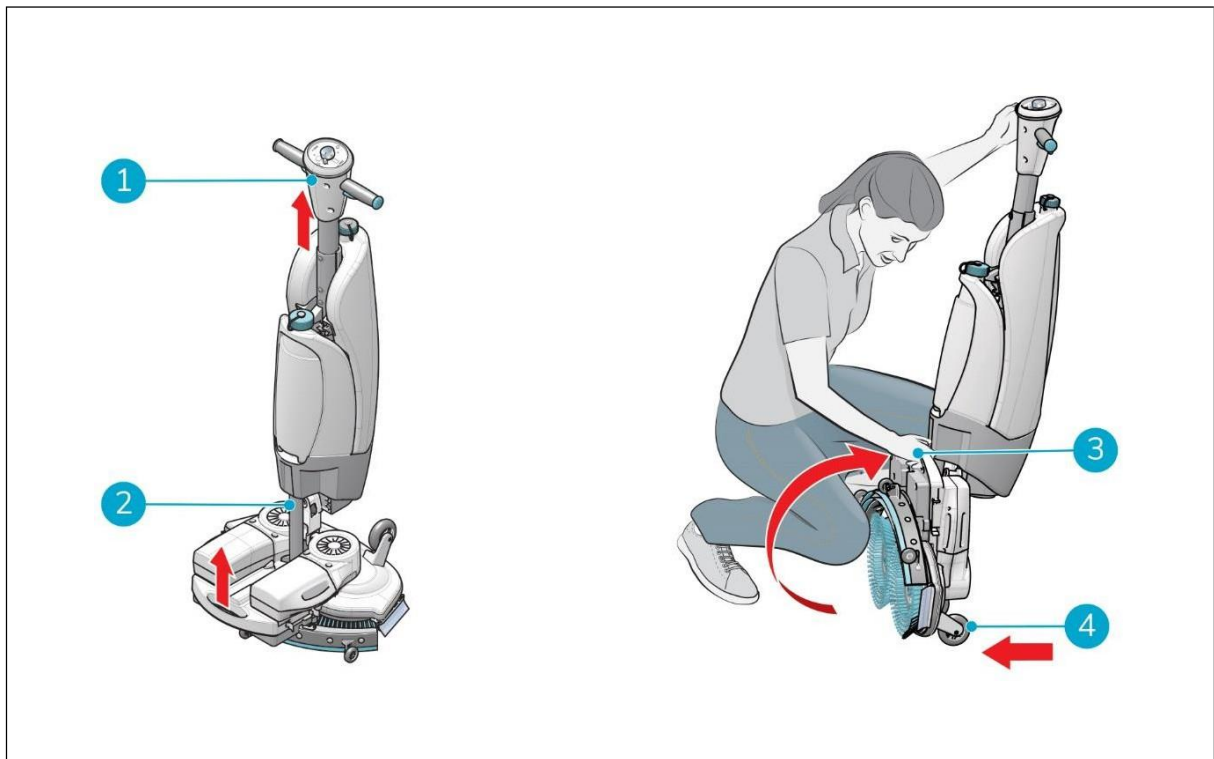

Figura 4
1. Asegúrese de que la manguera de aspiración (figura 4, punto 2) se introduce de nuevo en la máquina para que no pueda ser aplastada.
1. Póngase en cuclillas y sujete el mango (figura 4, punto 1) con una mano mientras sujeta la plataforma de fregado (figura 4, punto 3) con la otra.
2. Levante lentamente la plataforma de cepillos hasta que quede vertical sobre las ruedas delanteras (Figura 4, Pos. 4). Guíe el cuerpo hacia la plataforma de cepillos hasta que se bloquee en posición de reposo.